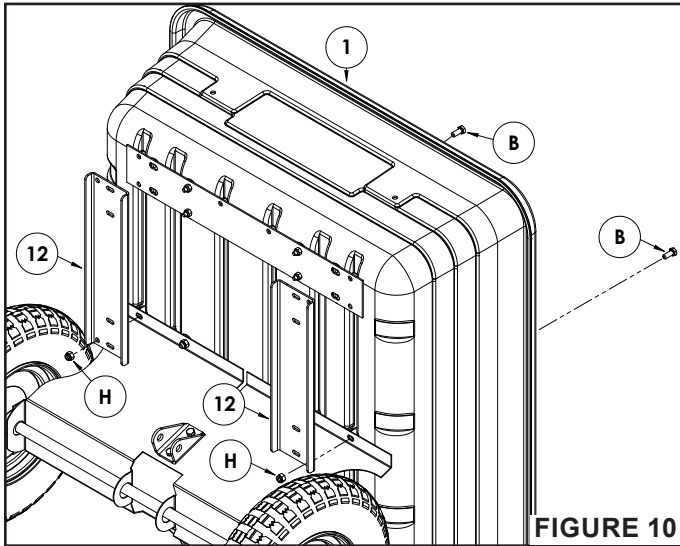

FIGURE 10
- Passez deux boulons de 1/4 po (A) dans les trous intérieurs du bac (1) et de la plaque de support du loquet (3), comme sur l'image.
- Fixez le tout à l'aide de deux écrous autofreinés nyloc de 1/4 po (F).
ÉTAPE 10 : (VOIR FIGURE 10)
- Passez un boulon de 5/16 po (B) dans le trou extérieur droit (3e rangée en descendant) du bac (1), puis dans le trou du support de roue (2), comme sur l'image.
- Installez le support avant (12) sur le boulon de 5/16 po (B).
- Fixez le tout à l'aide d'un écrou autofreiné nyloc de 5/16 po (H).